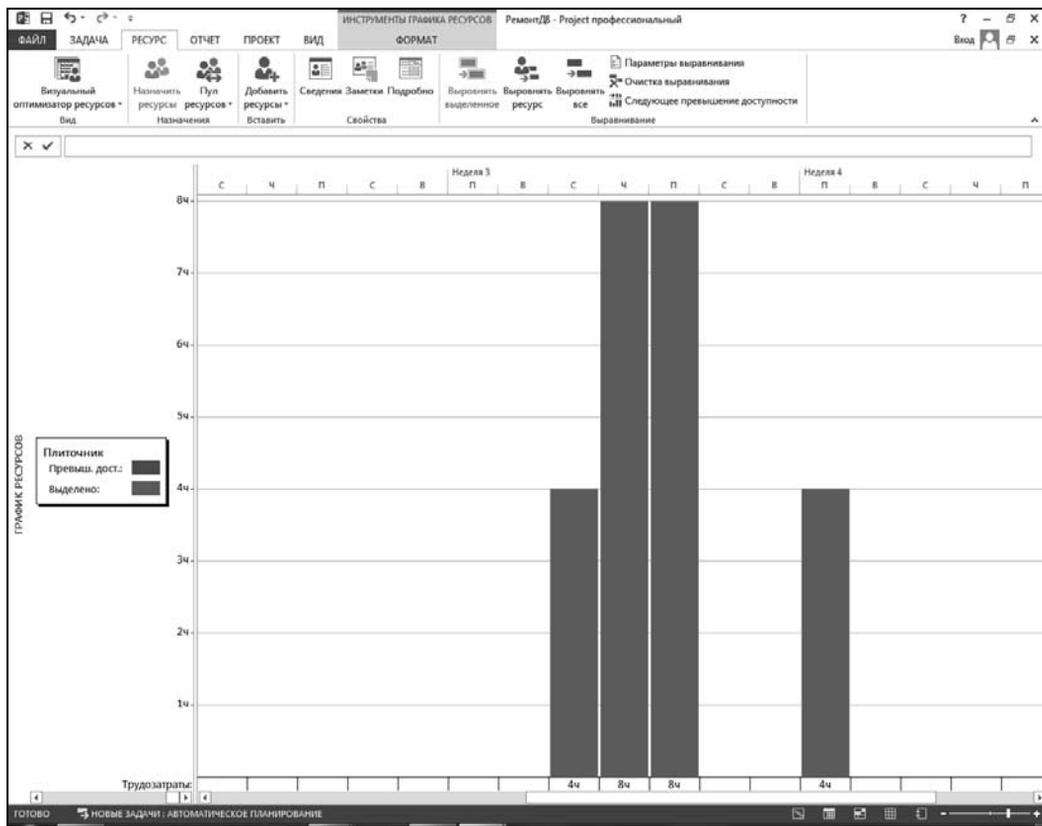

Рис. 7.14. График загрузки ресурса **Плиточник** в откорректированном детальном плане проекта
13. Описанные в п. 12 данного алгоритма действия позволяют добиться удовлетворительной загрузки плиточника. Для этого в области **Представление ресурсов** следует щелкнуть по кнопке **График ресурсов** и проанализировать загрузку ресурса **Плиточник**. Открывшееся при этом окно показано на рис. 7.14. Как видно из показанной на этом рисунке диаграммы, загрузка ресурса **Плиточник** остается неравномерной, но перегрузка уже устранена.